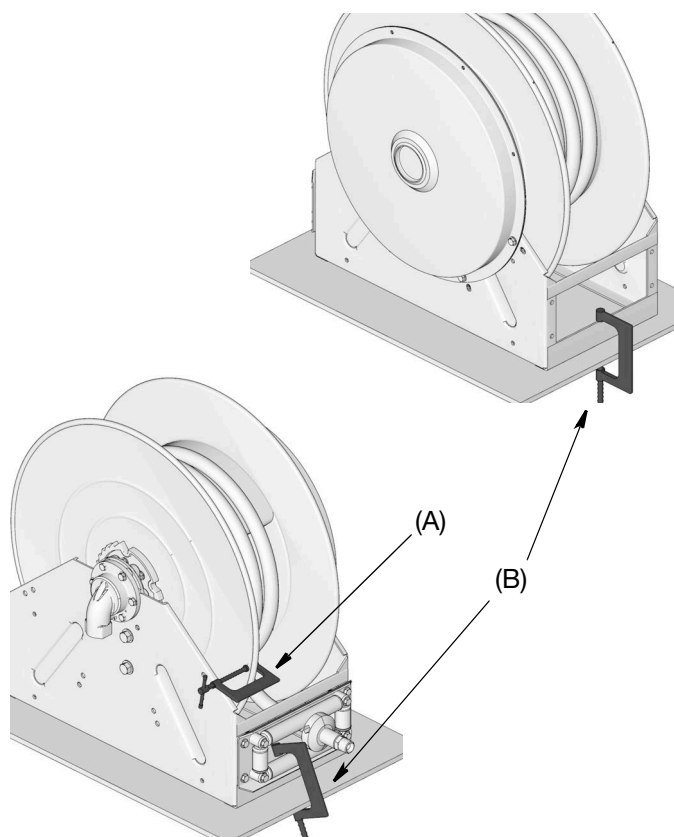

FIG. 22
3. Les enrouleurs de flexible à montage suspendu ou mural doivent être retirés de leur emplacement de travail et fixés sur une surface plate (B) avant de pouvoir changer l'orientation de l'entrée (FIG. 22).
5. Mettre le verrou. Fixer solidement un collier en C (A) sur la bobine comme illustré sur la FIG. 22, pour que l'enrouleur ne puisse pas inopinément tourner librement.